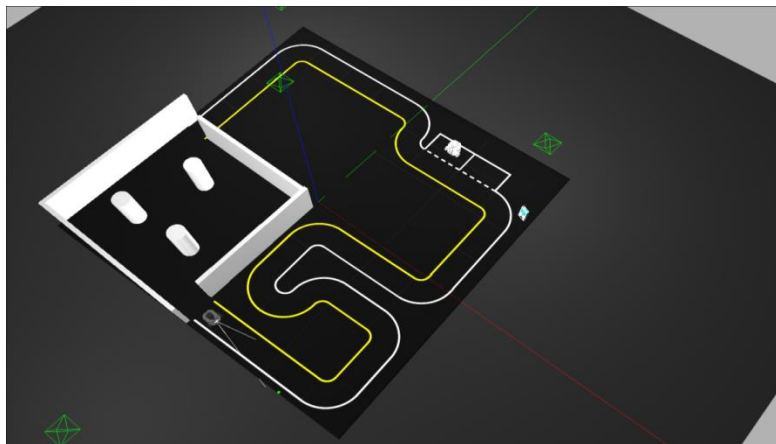

Рис. 1. Рабочее поле
- остановка на светофоре, в самом начале движения (на рис. 1 видно как горит зеленый сигнал светофора);